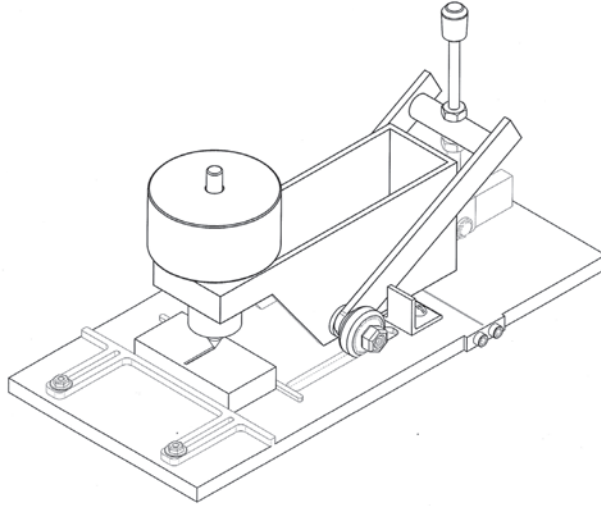

Fig. 4 – Projeto de esclerômetro de Martens desenvolvido no NTPR
- Uso do esclerômetro de Martens. Modelo desenvolvido no NTPR (Fig. 4).